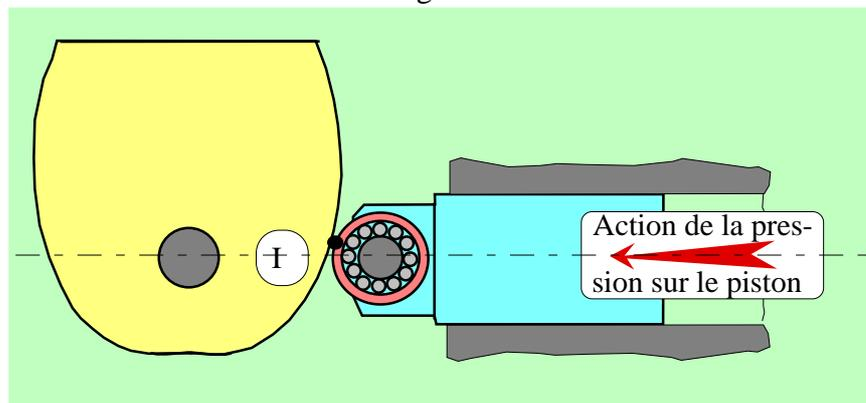

Figure 2
- ✎ *Modéliser le système came - poussoir (partie représentée sur les figures ci-dessus) en vue d'une étude statique et tracer le schéma cinématique associé dans une position des pièces voisine de celle de la figure 2.*